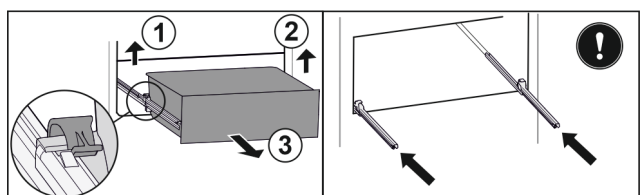

Fig. 194
- Soulever la bride gauche et tirer dans le même temps la partie gauche du tiroir vers l'avant. Fig. 194 (1)
- Soulever la bride droite et tirer dans le même temps la partie droite du tiroir vers l'avant. *Fig. 194 (2)*
- Retirer le tiroir par l'avant. *Fig. 194 (3)*